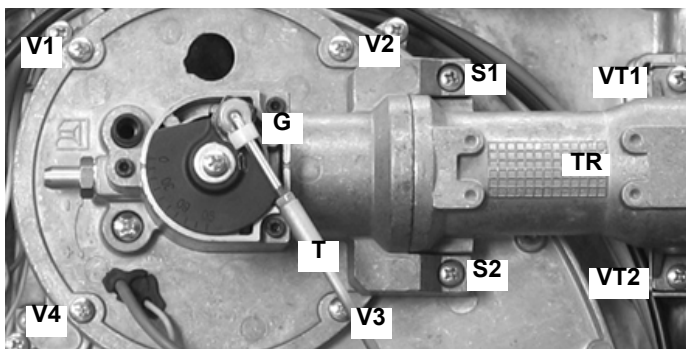

Рис. 14
- 1 Освободить стержень **T** (Рис. 14) и вынуть его из ложа наружу.
- 2 Снять винты **V1**, **V2**, **V3**, **V4**, **VT1** и **VT2** (Рис. 14).